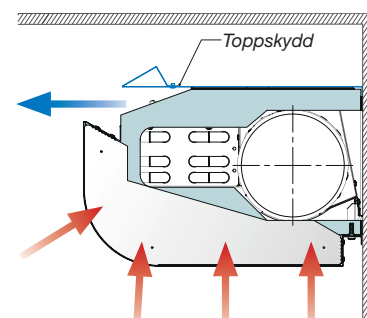

Bild 13. Plafond XD-FW montering på vägg med distans till tak (FW).
Plafond-XD-FW (Fixed to Wall). När teknikkdelen monteras på väggen med distans till tak (10 mm från tak) ska ett toppskydd användas (TC), som ingår i leverans. Luftfördelningen är horisontell (bild 13).